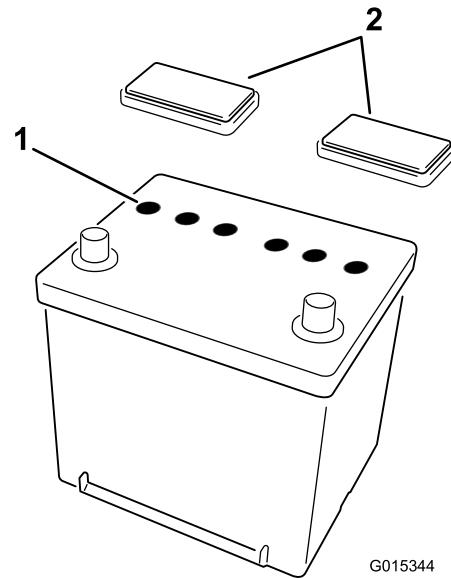

Figura 1
2. Retire as tampas de ventilação da bateria (Figura 1). Encha cuidadosamente cada célula com electrolito até as placas estarem cobertas com cerca de 6 mm de fluido.
3. Aguarde aproximadamente 20 a 30 minutos para que as placas fiquem embebidas em electrolito. Se necessário, volte a colocar electrolito até ficar cerca de 6 mm acima do fundo do depósito de enchimento (Figura 1).